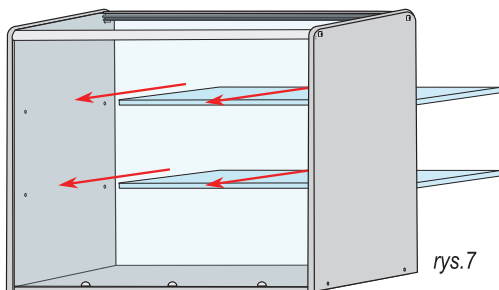

rys.6
6. W otwory w obydwu bokach lady włożyć podpórki do szklanych półek (rys. 6)